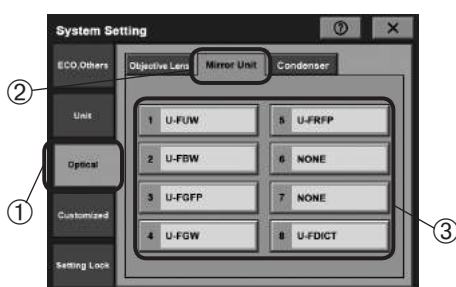

Рис. 11
1. Коснитесь вкладки [Optical] (оптика) ① на дисплее [System Setting] (настройка системы), чтобы открыть дисплей [Optical] (оптика).
2. Коснитесь вкладки [Mirror Unit] (модуль зеркал) ② на дисплее [Optical] (оптика) (рис. 11).